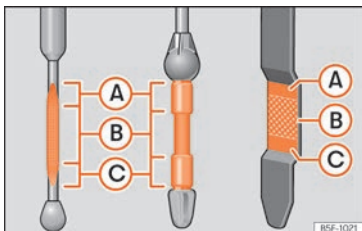

Fig. 194 Varilla de medición del nivel de aceite.
- A continuación, vuelva a extraerla y compruebe el nivel de aceite »» **fig. 194**. En caso necesario, reponga aceite del motor.
- Cuando el nivel de aceite alcance como mínimo la zona »» fig. 194 (B), enrosque el tapón de la boca de llenado con cuidado »» ❶.
❶ CUIDADO
Si el nivel de aceite se encuentra por encima de la zona »» fig. 194 (A), no arranque el motor. Puede causar daños en el motor y en el catalizador. Informe a un taller especializado.
El nivel de aceite no deberá estar en ningún caso por encima de la zona »» fig. 194 (A). De no ser así, podría aspirarse aceite por el respiradero del cárter del cigüeñal y llegar a la atmósfera a través del sistema de escape.